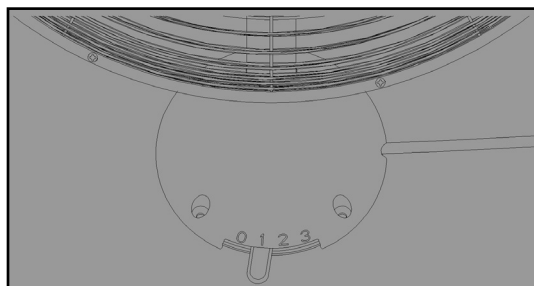

Fig.5
1. Pour utiliser le ventilateur, glissez la commande de vitesse à 3 pour le mode élevé, 1 pour le mode bas ou 2 pour le mode moyen. Désactivez le ventilateur en glissant la commande à la position 0 (Fig. 5).